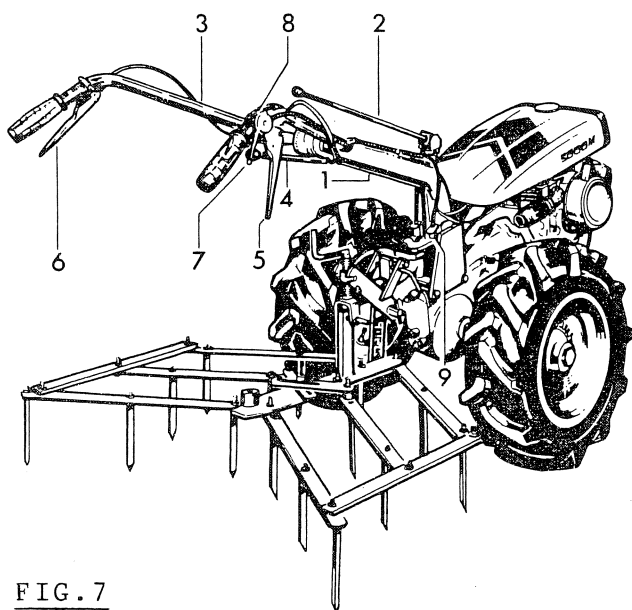

FIG.7
il suffit de déclaboter les roues - droite et gauche - en maintenant encliquetées les poignées (5 et 6) FIG.7
- sur la poignée droite (repère 5 FIG. 7) pour immobiliser la roue droite et la rendre folle,
- sur la poignée gauche (repère 6 FIG. 7) pour immobiliser la roue gauche et la rendre libre.